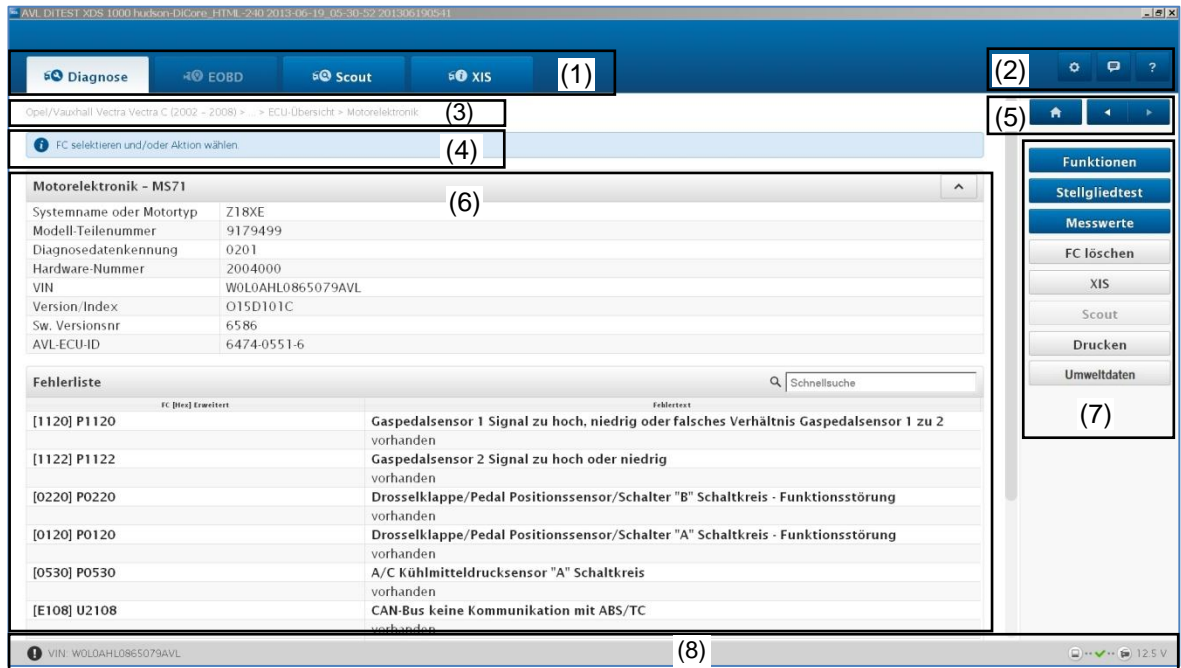

Abb. 1-1
Wird AVL DiTEST Scout im Bereich „Navigation Arbeitsbereich“ gestartet, siehe Abb. 1-1 (7), so werden die Fahrzeug-Identdaten und der ausgewählte Fehlercode automatisch an AVL DiTEST SCOUT übergeben.
Wird AVL DiTEST XIS im Bereich „Navigation Arbeitsbereich“ gestartet, siehe Abb. 1-1 (7), so werden die Fahrzeug-Identdaten automatisch an AVL DiTEST XIS übergeben.